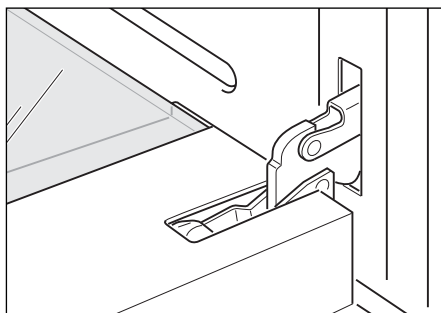

Figura 40a
- Aprire completamente la porta del forno (Figura 40a).